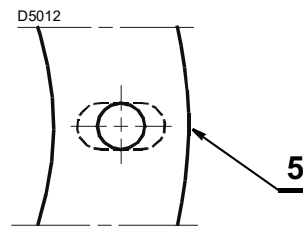

Fig. 9
- allargare, se necessario, i fori dello schermo isolante 5)(Fig. 9), avendo cura di non danneggiarlo.